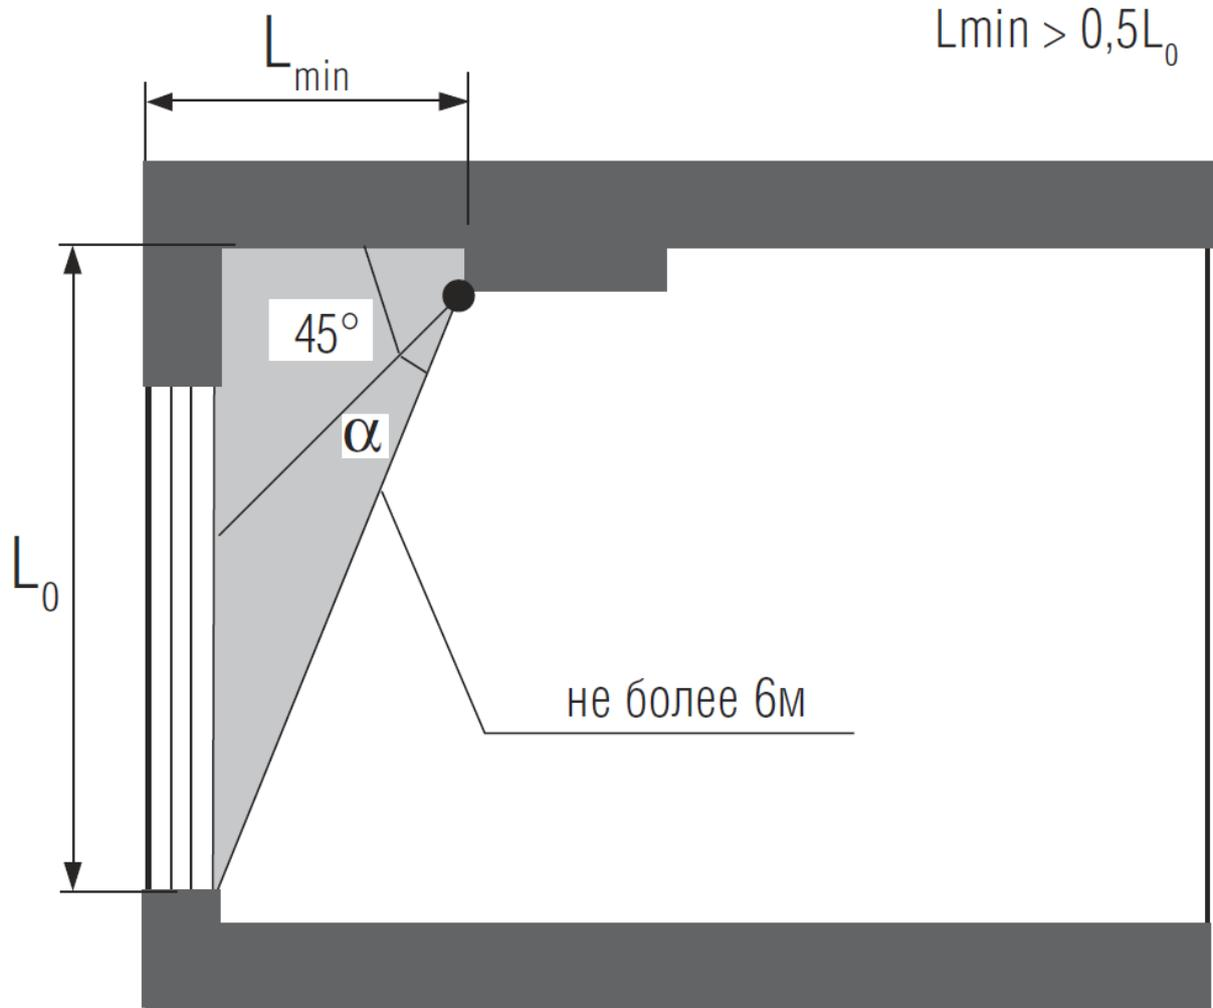

Рисунок 3 Установка на боковой стене или потолке
- для установки на боковой стене  $L_{\min} > 0,5 L_0$  (см. рис. 3);